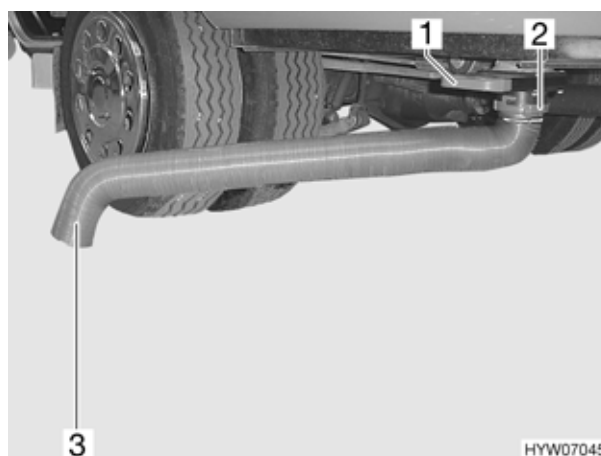

Fig. 102 Tubo fecale
- Estrarre il tubo fecale (Fig. 102,3) dal tubo pressostatico a destra in basso nella parte posteriore.
- Collegare il tubo fecale con l'attacco a baionetta (Fig. 102,2) sul serbatoio fecale.
- Tirare la leva (Fig. 102,1). Le feci saranno scaricate. In caso di necessità sciacquare la toilette più volte.